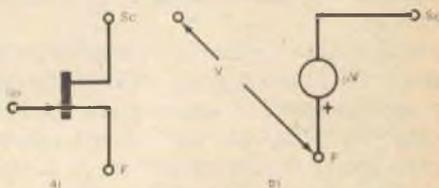

Fig. 23
Il transistor ad effetto di campo (FET) della fig. 23-a può essere rappresentato, in certe condizioni di funzionamento, dal
semplice modello della fig. 23-b. Si noti che il valore della sorgente dipendente di tensione,  $\mu V_{SoF}$ , dipende dalla tensione tra la porta  $S_o$  e la sorgente F del dispositivo.
**Esempio 21** - Se nella fig. 23-b,  $\mu = 20$  e  $V_{SoF} = 1$  V, trovare la tensione in  $S_o$  rispetto a F. Soluzione: la tensione sul terminale  $S_c$  rispetto al terminale F è:  $V_{ScF} = -20 \times 1 = -20$  V.